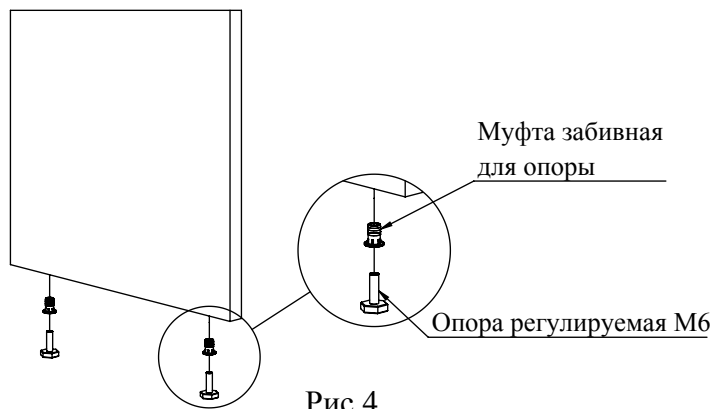

Рис.4
3. В торцы деталей 2 и 3 установите муфты забивные для опор. Вкрутите в муфты опоры регулируемые М6 (Рис. 4).